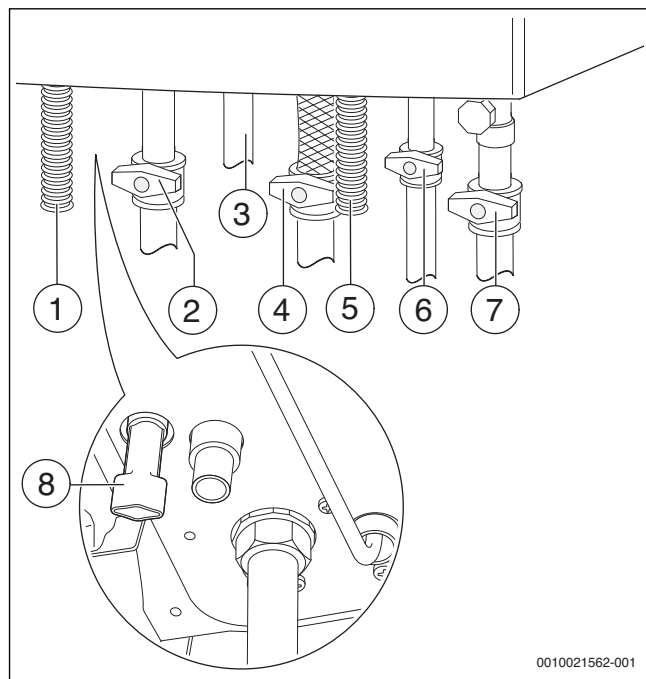

Fig. 26 Collegamenti lato gas e lato acqua (accessori)
- ▶ Aprire il rubinetto dell'acqua fredda (→ fig. 26) e poi aprire un rubinetto dell'acqua calda finché non esce l'acqua.
- ▶ Aprire i rubinetti di mandata riscaldamento e ritorno riscaldamento (→ fig. 26).
- ▶ Riempire l'impianto di riscaldamento con pressione compresa tra 1 e 1,5 bar sul dispositivo di riempimento (→ fig. 26) e richiudere lo stesso.